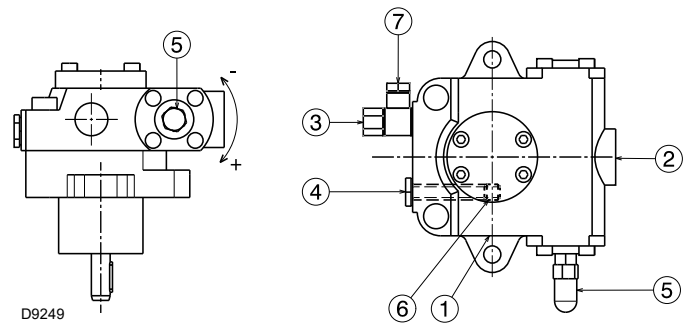

Fig. 23
Elles sont installées sur le brûleur avec le bypass fermé par la vis 6 (Fig. 23 à la page 27).
- Pour que la pompe (Fig. 23) puisse s'auto-amorcer, il est indispensable de desserrer la vis 4) afin de purger l'air contenu dans le tuyau d'aspiration.
Légende (Fig. 23)
L'opération ci-dessus est possible parce que la pompe quitte l'usine pleine de combustible. Si la pompe a été vidée, la remplir de combustible par le bouchon du vacuomètre 4)(Fig. 23 à la page 27) avant de la mettre en marche pour éviter des grippages.